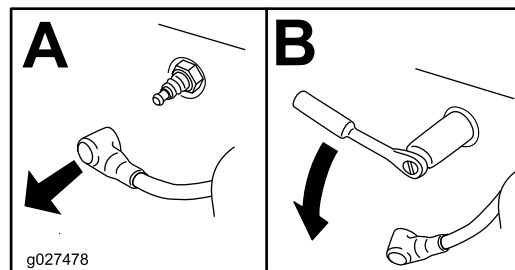

Figura 48
4. Retire la bujía (Figura 48).